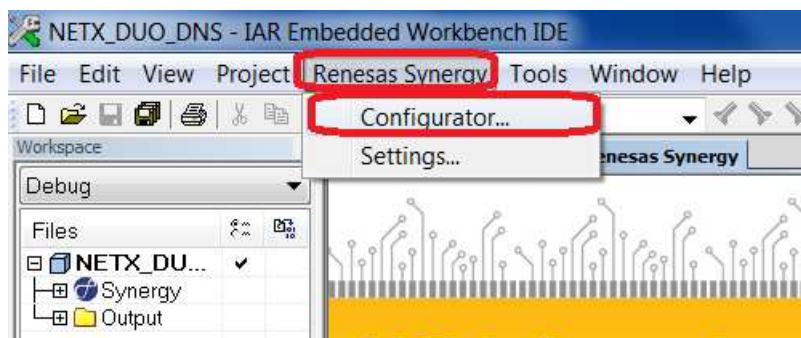

図 1.7 Synergy™ Standalone Configurator
3. 図 1.7 のとおり、**Renesas Synergy > Configurator** を選択して、Synergy™ Standalone Configurator を開いてください。